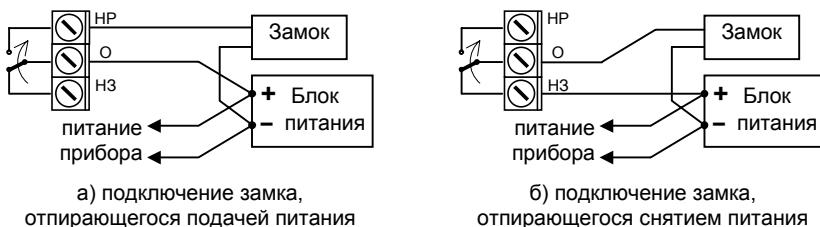

Рисунок 7 – Подключение электрического замка
**ВНИМАНИЕ!** Рекомендуется питать замок от отдельного источника. Если замок и прибор работают от общего источника питания, то для снижения помех рекомендуется выполнять цепи замка и цепи питания прибора отдельными линиями, соединяющимися непосредственно на выводах источника питания (рисунок 7). Обязательно используйте в цепи замка искрогасящие элементы (диод, RC-цепочку или варистор).